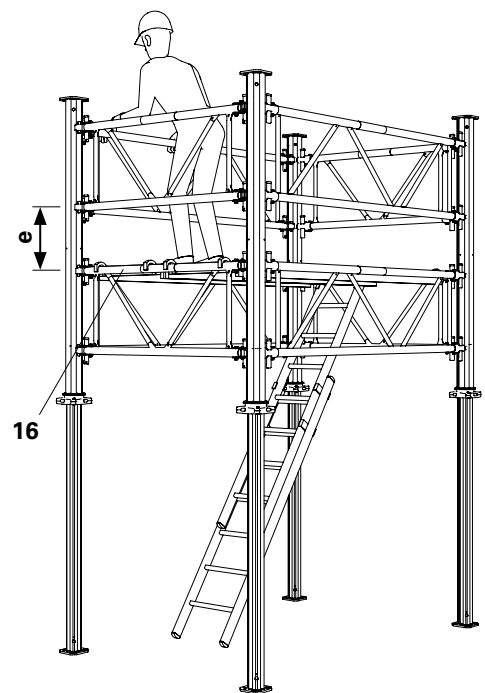

Fig. A4.03
- Pour monter l'étais suivant et le niveau du cadre, un niveau d'assemblage (**16**) doit être installé, par exemple le MULTIPROP Decking. (Fig. A4.03)